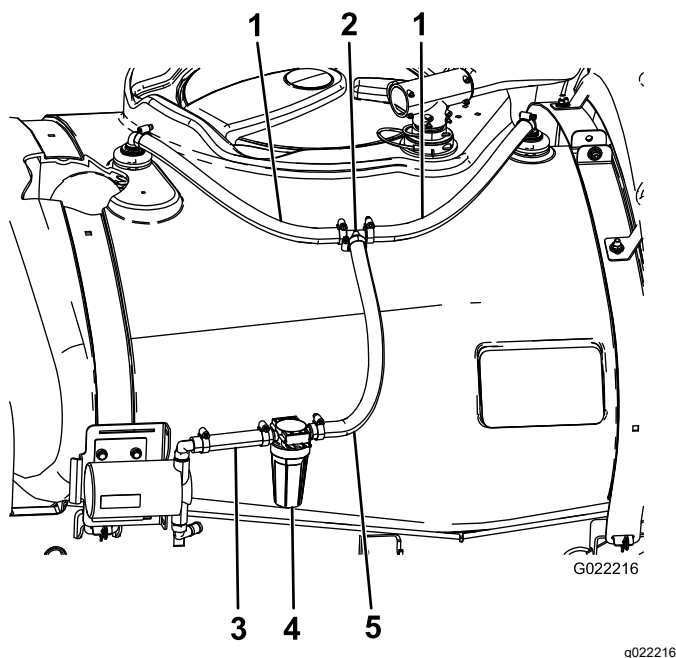

Figura 10
anteriormente en las boquillas de enjuague usando 2 abrazaderas (**Figura 10**).
2. Sujete los extremos sueltos de las mangueras al acoplamiento en T con 2 abrazaderas (**Figura 10**).
1. Conecte el extremo largo de la manguera del filtro de enjuague al acoplamiento en T con una abrazadera (**Figura 10**).
2. Conecte el otro extremo de la manguera del filtro de enjuague al conector superior de la bomba de enjuague con una abrazadera (**Figura 10**).